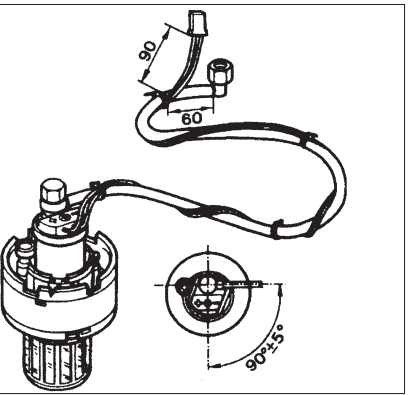

Abb. 6/ Fig. 6/ Puc. 6/图6
- **Audi four / five-cylinder with four-wheel drive** as shown in Fig. 6.
- **Audi 4 cylindres / 5 cylindres avec entraînement toutes roues motrices**, selon fig. 6.
- Audi 4-цил. / 5-цил. с приводом на все колеса,** как показано на рис. 6.